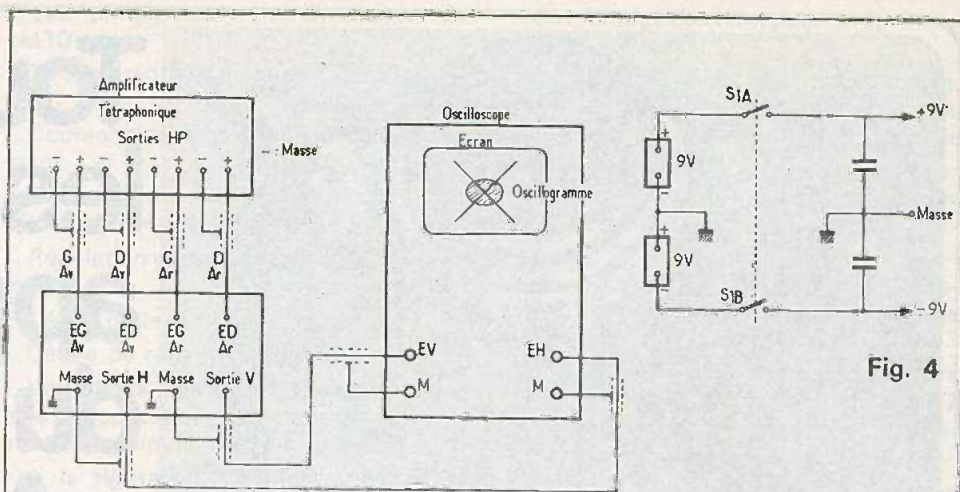

Fig. 2
Il faut par conséquent, que l'oscilloscope possède ces deux entrées. Tous les oscilloscopes sont munis d'une entrée de déviation verticale (dite improprement « entrée « verticale ») mais nombreux sont les oscilloscopes qui ne possèdent pas d'amplificateur « horizontal », la déviation horizontale étant généralement effectuée par des signaux de base de temps. A la figure 2, on indique le mode de branchement du « vérificateur » à l'oscilloscope. Voici maintenant quelques détails sur le montage proposé.
Revenons à la figure 2. Pour effectuer la vérification, il sera nécessaire de recourir à six cordons coaxiaux type BF, dont deux relient les quatre sorties de la chaîne téraphonique aux entrées de l'appareil de vérification et deux pour relier les deux sorties de cet appareil, aux entrées des amplificateurs V et H de l'oscilloscope.
A) Connecter les câbles comme indiqué à la figure 2 ; ne pas perdre de vue que les sorties de la chaîne tétraphonique sont celles des haut-parleurs, ces derniers **resteront connectés**. Ne pas oublier les connexions de masse.